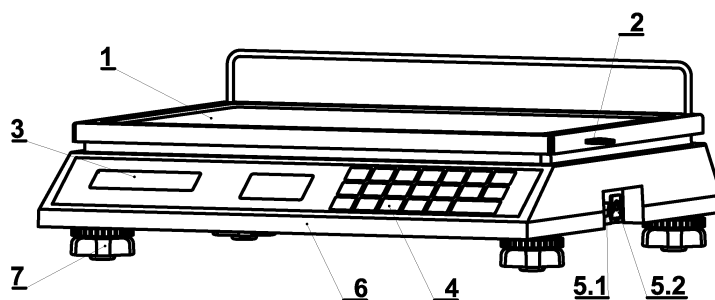
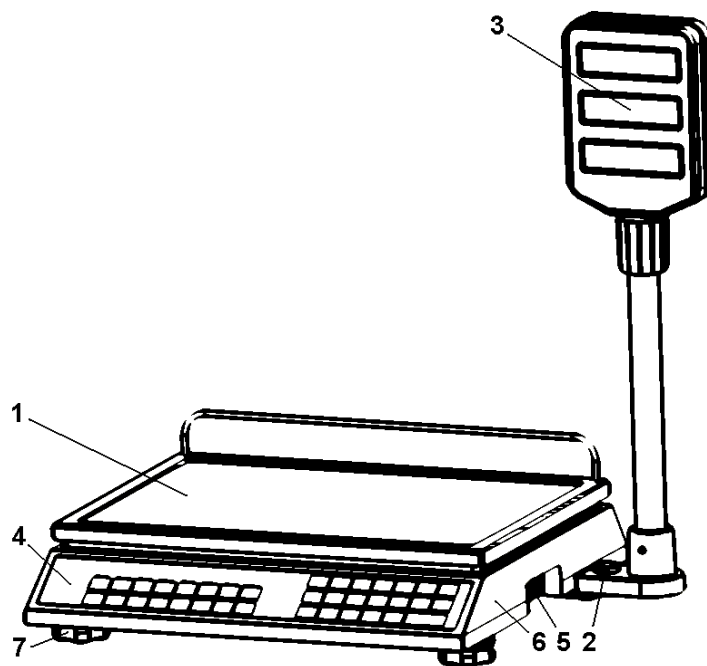

Рисунок 1. Весы электронные "Меркурий 313/314".
Рисунок 2. Весы электронные "Меркурий 315".
Общий вид весов «Меркурий 313/314» приведен на рис. 1, а «Меркурий 315» на рис. 2.
4.4.3. Установить лоток на корпусе весов согласно рис.1 или 2.